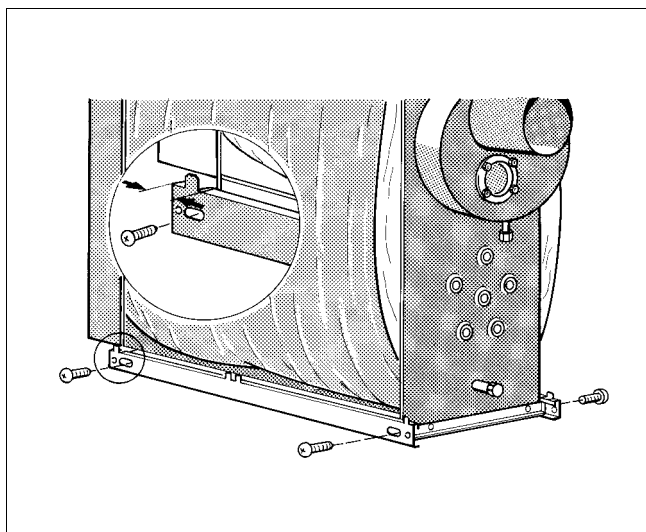

Fig. 11 Montagem do revestimento
- Aparafuse sem apertar totalmente as réguas laterais da armação direita e esquerda com, respectivamente, 2 parafusos de chapa (fig. 11) à travessa dianteira e traseira.
A distância do bordo dianteiro da régua da armação até à parede dianteira da caldeira deve ser de 38 mm (fig. 11).